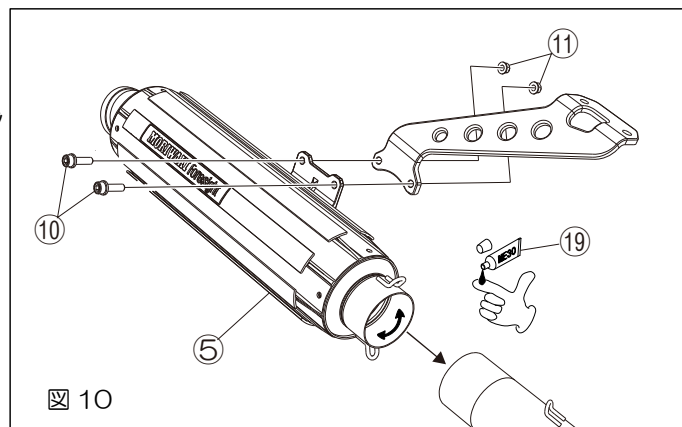

図 10
③ サイレンサーCOMP の取り付け
- ・サイレンサーCOMP（構成部品⑤）に ME30 を塗布し、テールパイプに差し込みます。
- ・フランジキャップボルト M6×20（構成部品⑩）とフランジロックナット M6（構成部品⑪）を使用し、ステー、サブサイレンサーと仮組みします。（図 10 参照）